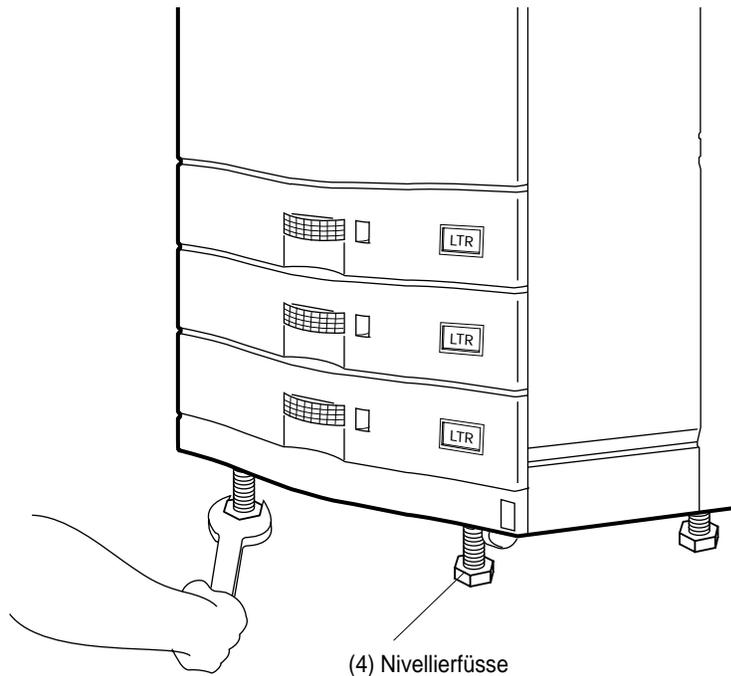

Abbildung 2-90 Nivellierschrauben einrichten
2. Senken Sie die Nivellierschrauben mit dem Schraubenschlüssel weiter ab, bis die Rollen den Bodenkontakt verlieren (siehe Abbildung 2-90).